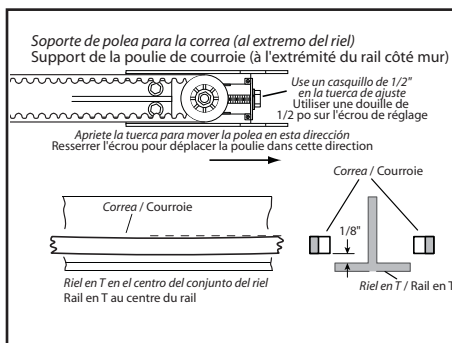

FIG. 1-7 Ajuste de la Correa.
2. Apriete la correa girando la tuerca de ajuste hacia la derecha. La tuerca de ajuste de la correa está localizada al lado opuesto de la caja de motor en el otro extremo del riel (Fig. 1-7).
3. Apriete la correa hasta que esta esté a aproximadamente a 1/8 in (0,32 cm) arriba de la base del riel y en un punto medio del mismo (Fig. 1-7).
2. Tendez la courroie en tournant l'écrou de réglage vers la droite. L'écrou de réglage de la courroie se situe à l'opposé de l'ensemble moteur, à l'autre extrémité du rail (Fig. 1-7).
3. Resserir la chaîne jusqu'à ce que la chaîne soit 1/8 po au-dessus de la base du rail au milieu du rail (Fig. 1-7).